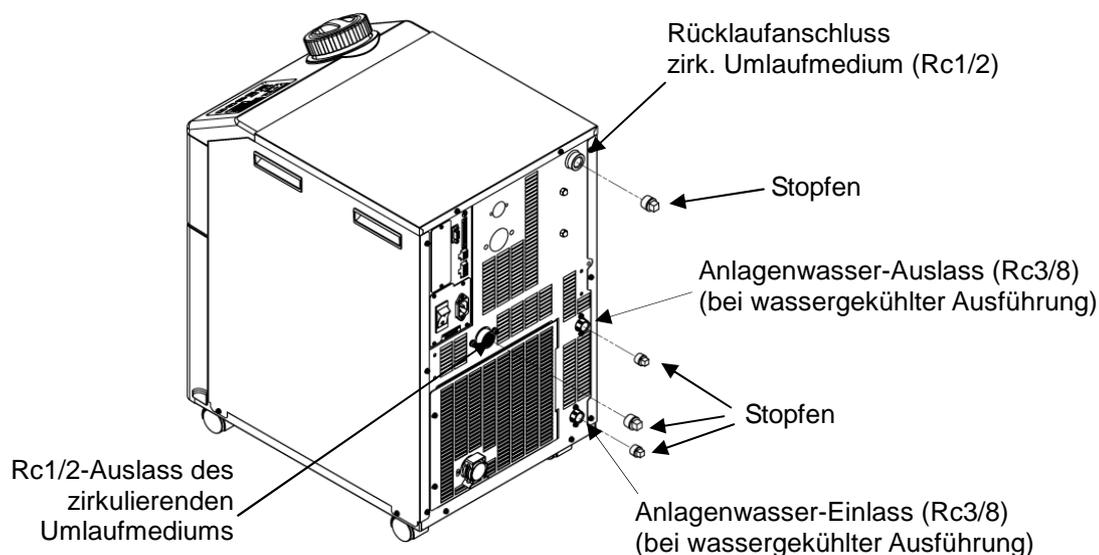

Abb. 7-5 Montage des Stopfens an die Leitungen des Produkts
9. Siehe Abb. 7-5 für die Montage des Stopfens an die Leitungen des Produkts.